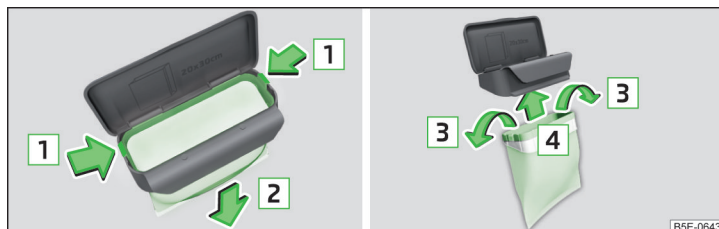

Fig. 102 Remplacement du sac
- Comprimez les deux crans sur le cadre dans le sens de la flèche **1** » fig. 102.